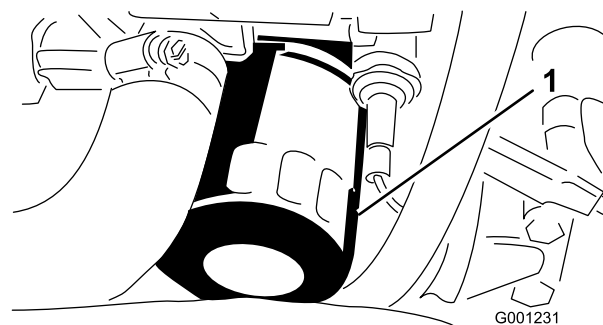

Bild 51
6. Entfernen und wechseln Sie den Ölfilter aus (Bild 51).